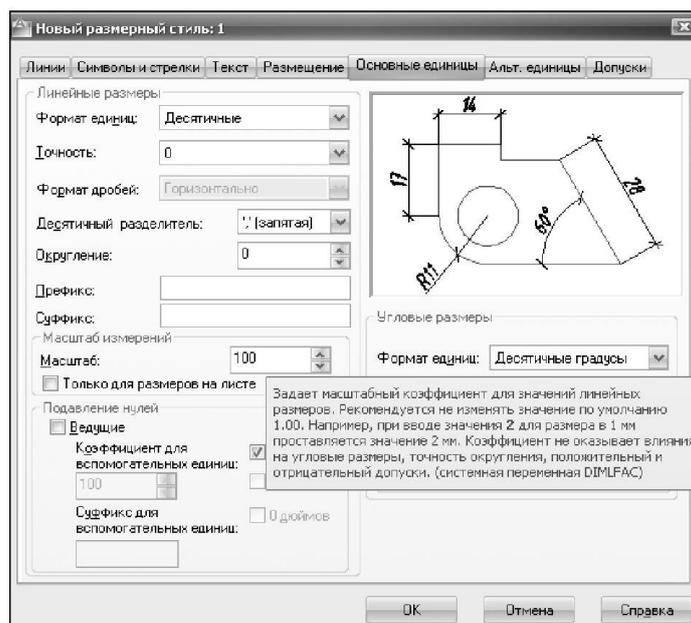

Рисунок 29. Диалоговое окно «Новый размерный стиль», вкладка «Основные единицы»
- Вкладка «Основные единицы» в поле «Линейные размеры» устанавливается точность единиц измерения размеров (0), в поле «Масштаб измерений» устанавливается коэффициент масштаба. Например, если: М 1:1 - 1; М 2:1 - 0.5; М 1:100 - 100 (рис. 29).